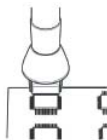

Fig. 6
2. Consulte la (fig. 6) para componentes con calentamiento previo.